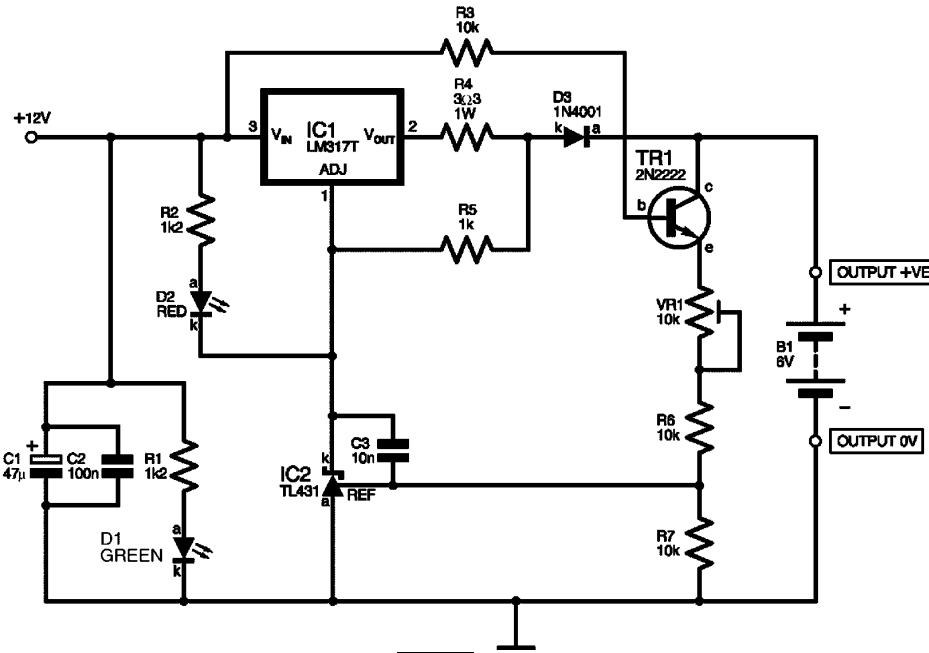

рис. 1
**Двухрежимное зарядное устройство** изготовил **Мин** ("Everyday Practical Electronics", №6/2004). Существует два основных типа зарядных устройств: постоянного напряжения и постоянного тока. Каждое имеет свои преимущества и недостатки. Автор предложил схему зарядного устройства для набора аккумуляторных батарей на 6 В, объединяющего достоинства указанных типов. Основу схемы зарядного устройства, показанного на **рис. 1**, составляют регулятор напряжения на LM317T и шунтирующий